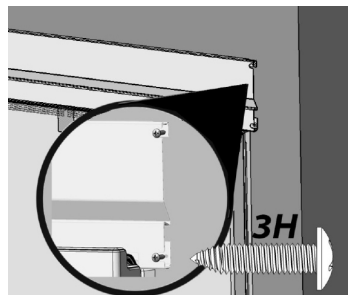

Fig. 23
- b. Percez des avant-trous de  $\frac{1}{8}$  po et fixer deux vis 3H sur le côté droit de la garniture supérieure (une vis par côté pour la garniture supérieure à col) à l'aide d'un tournevis cruciforme dans les armoires (Fig. 23).